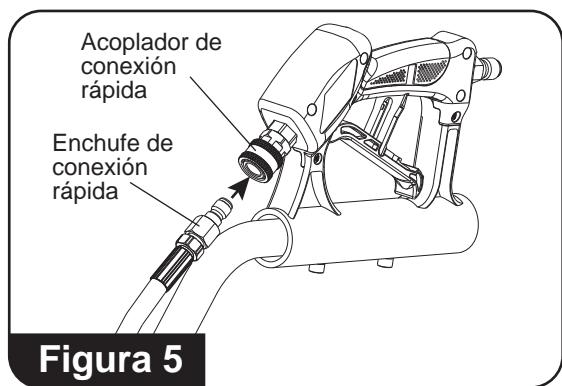

Figura 5
5. Conecte el enchufe de conexión rápida al acoplador de conexión rápida. (**Consulte la figura 5**)